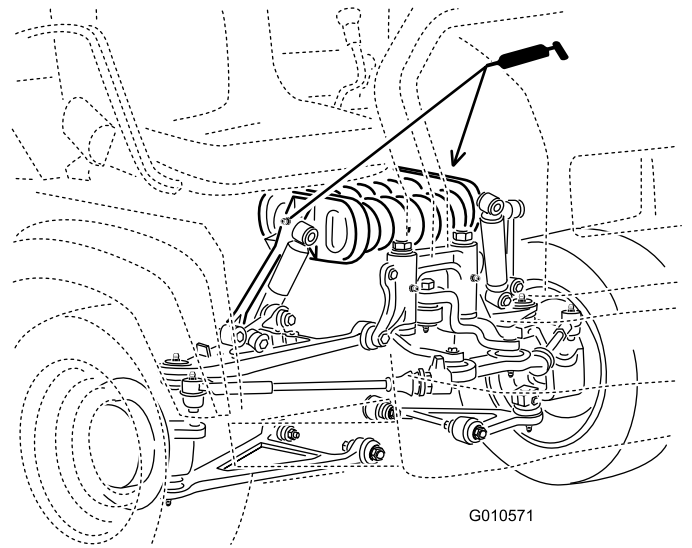

Figura 42
- Armazón del muelle (2) (Figura 42)